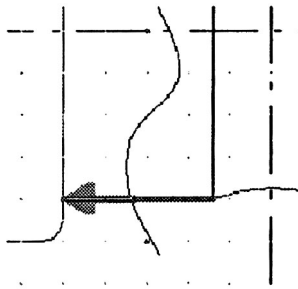

Рисунок 4.10 - Стрілка вказує напрямок обходу контуру
- з'явиться стрільця, що вказує напрямок обходу контуру (рис. 4.10), а на панелі спеціального керування - кнопки керування цією стрілкою, тепер клацніть на кнопці "Следующее направление", а потім - "Шаг вперед" (стрілка зупиниться в точці перетинання осьової лінії з лінією обриву);